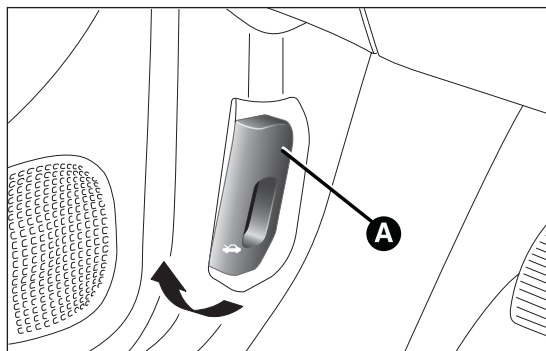

fig. 61
- ☐ tirar de la palanca A fig. 61 en el sentido indicado por la flecha;